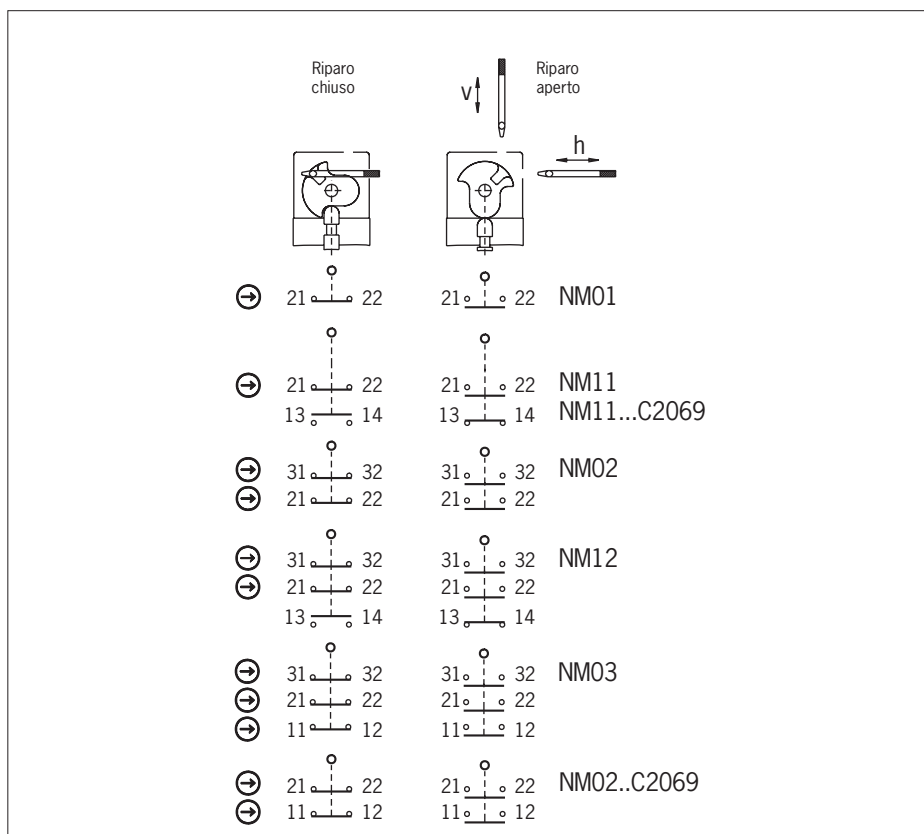

Fig. 3: Microinterruttori e commutazioni
Occorre utilizzare almeno un contatto \ominus . Questo segnala la posizione del riparo (per la disposizione dei contatti vedere Fig. 3).
3. Collegare e serrare i morsetti con una coppia di 0,5 Nm (per la disposizione dei contatti vedere Fig. 3).